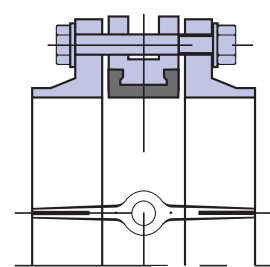

Рис. 5
6) Отцентрируйте поворотный затвор и слегка закрутите болты (шпильки), но не затягивайте их. Откройте диск поворотного затвора до положения «полностью открыто» (Рис. 5).